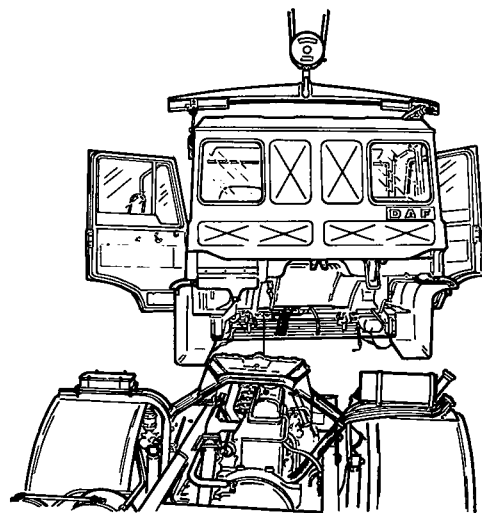

Fig. 9
33. Takel de cabine voorzichtig van het chassis (fig. 9).